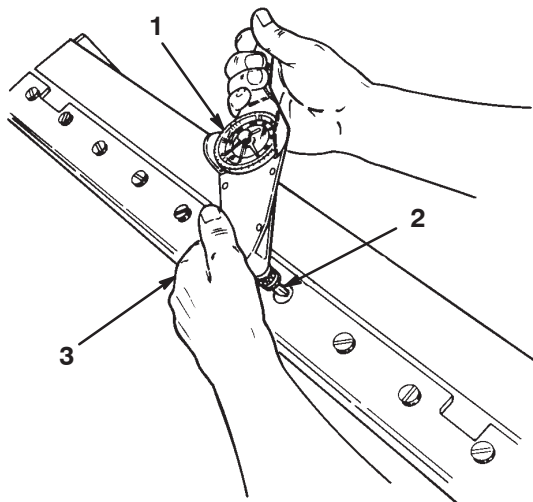

Bild 27
3. Ziehen Sie mit einem Schraubenschlüssel und einem Spezialwerkzeug (Bestellnummer 51-0880) die Schrauben an (Bild 27). Ziehen Sie die Schrauben auf 28 Kgm an. Fangen Sie mit der mittleren Schraube an und ziehen Sie abwechselnd die Schrauben an jedem Ende an, um sicherzustellen, dass das Untermesser flach am Untermesserträger anliegt.